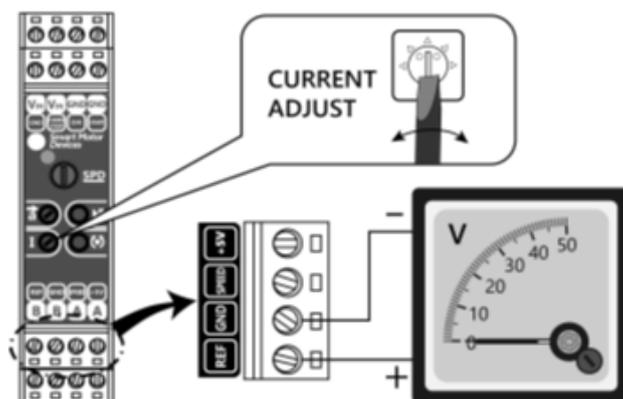

Fig. 3. Conexión de un voltímetro para ajustar el límite máximo de corriente del motor.
- 8) Usando el potenciómetro «CURRENT ADJUST», ajuste la corriente máxima del motor. Ajuste el potenciómetro «CURRENT ADJUST» y controle el límite de corriente establecido mediante un voltímetro, conectado a los terminales «GND» y «V_{ref}» (fig.3). La limitación de la corriente del motor se puede calcular como: $I_{lim} = 0,1 + 4,9 \times (V_{REF} / 3,3)$